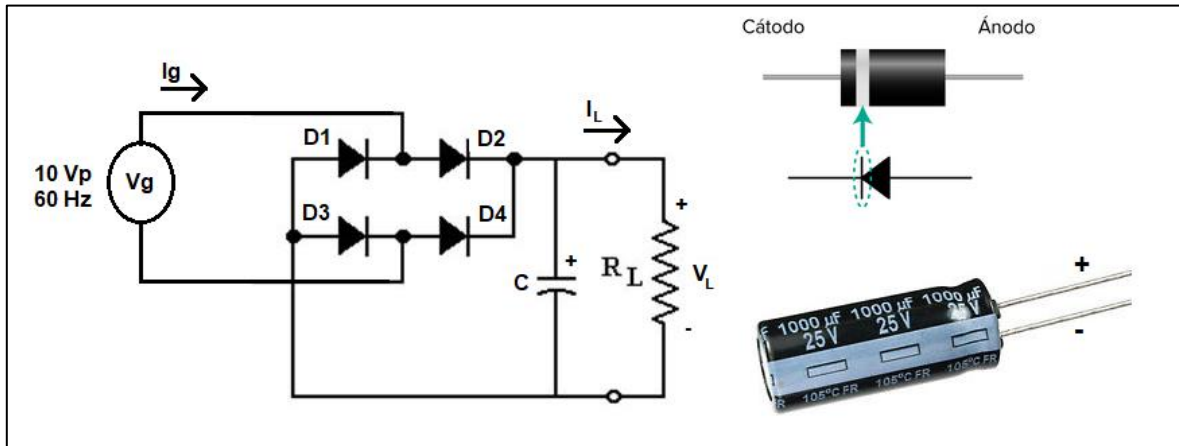

Figura 1. Circuito Esquemático y simbología para montaje en protoboard.
Nota: Las simulaciones del circuito de la figura 1 se deben realizar antes de ir al laboratorio, ya que la práctica del laboratorio será comprobar los valores obtenidos en las simulaciones.
3. Monte el circuito de la Figura 1 en el Workspace de Multisim 13, para este caso R_L será el potenciómetro conectado en serie con la resistencia de 100Ω ($1/2\text{ W}$), el capacitor debe ser de $1000\mu\text{F}$ (25V), los cuatro diodos del circuito deben ser 1N4001 y la fuente V_g debe ser la AC_VOLTAGE, con los valores que se muestran en la figura 1, además es necesario colocar una conexión a tierra (GND), que debe estar en la terminal menos de la resistencia de carga (Si no se hace habrá un error en la simulación y no se podrá correr).
5. Monte en el protoboard el circuito de la figura 1, observe que a la derecha del circuito se encuentra un diagrama que muestra físicamente al diodo 1N4001 y como se debe conectar según el símbolo. Lo mismo para el capacitor electrolítico el cual a un costado posee una línea blanca con las señales negativas dibujadas sobre ella, indicando la terminal negativa del mismo, en el esquemático del circuito eléctrico se señala la polaridad en la interconexión.